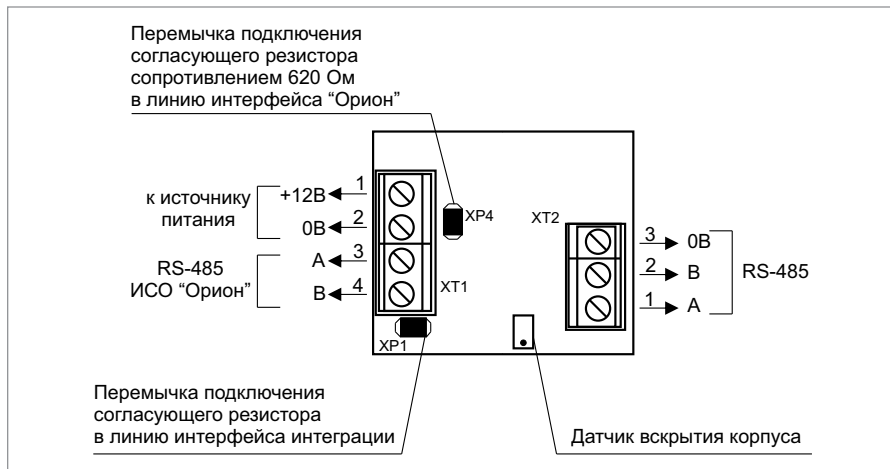
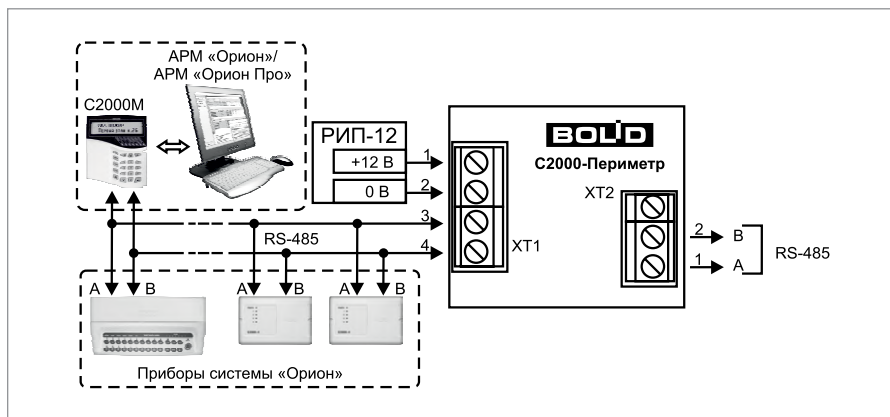

Рисунок 14. Назначение клемм и переключателей контроллера «С2000-Периметр»
Рисунок 15. Подключение периметровых извещателей к контроллеру С2000-Периметр
1.3. Подключите контроллер в соответствии с проектной документацией и схемой на Рисунок 15. На Рисунок 14 показана плата преобразователя и приведено назначение клемм и перемычек.
Подключите к клеммам XT2.1 и XT2.2 преобразователя линии А и В интерфейса интеграции RS-485 (Рисунок 14 и Рисунок 15), если это указано в проектной документации.
Если контроллер не является первым или последним в линии интерфейса RS-485, удалите перемычку с разъема XP1 (см. Рисунок 14).